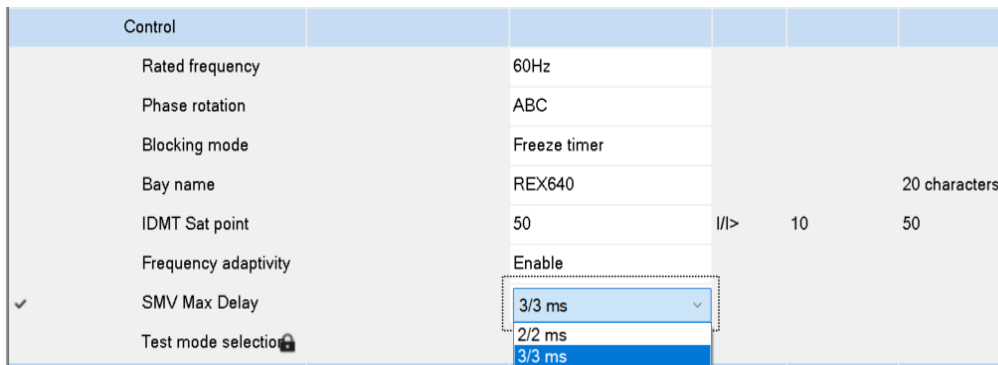

Imagen 385_ Configuración de tiempo máximo de SMV para REX640.
5.2.43 Posteriormente iremos a la ruta “Control:0 - Control - SMV Max Delay” y seleccionamos la opción “3.15 2.62 ms” como se observa en la **Imagen 385**.